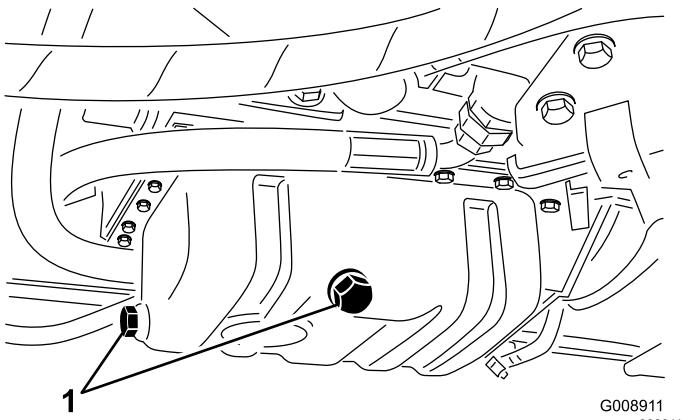

Figura 49
1. Retire el tapón de vaciado (Figura 49) y deje fluir el aceite a un recipiente apropiado.